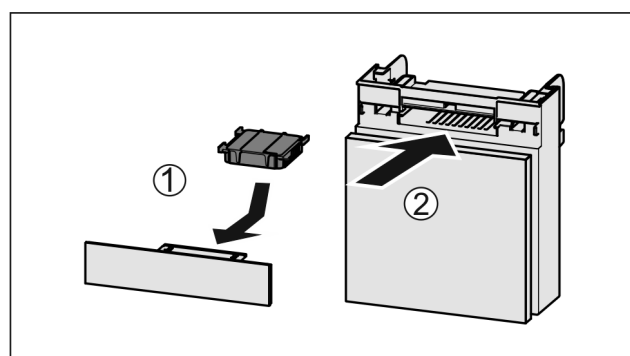

Fig. 74
- ▶ Anbring aktivkulfileret som vis på billedet Fig. 74 (1).
- ▶ Skub rummet ind *Fig. 74 (2)*.